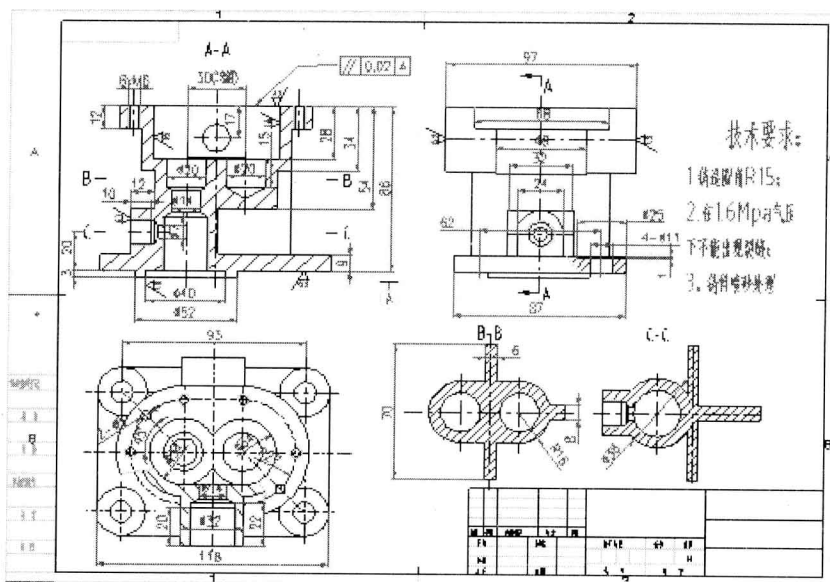
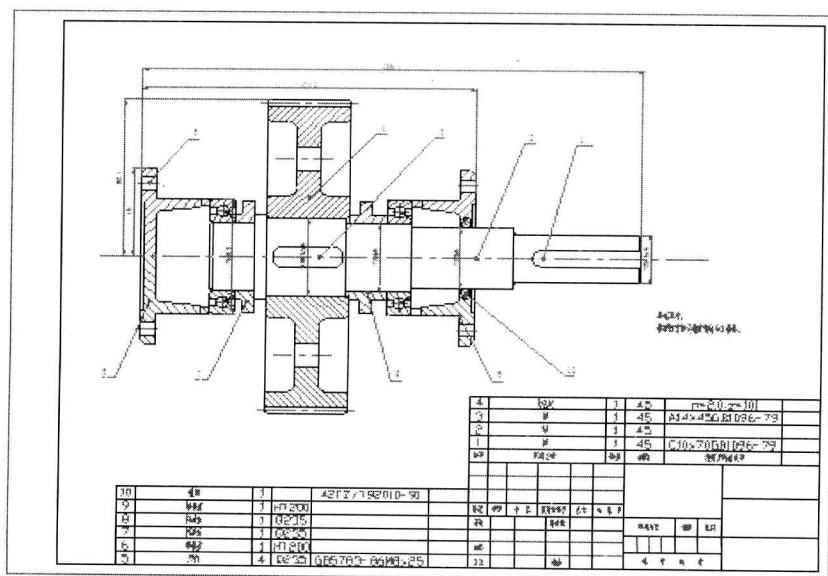

图1-3 缸体零件图的标注
图1-4 传动轴装配图的标注
(1) 尺寸标注。尺寸标注的种类和要求比较多,应根据具体情况完成。在零件图中,一般要求进行详细的标注,包括倒角、角度、长度等,以保证生产加工零件的精确度。装配图中则只需要标注主要尺寸。
(2) 标注粗糙度和基准面。只要求对零件图进行此类标注,装配图中则不需要。
(3) 零件序号。零件序号只需要在装配图中标出,主要是为了在零件明细表中说明对应的零件。图1-3所示为缸体零件图的标注,图1-4所示为传动轴装配图的标注。